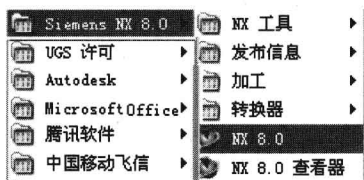
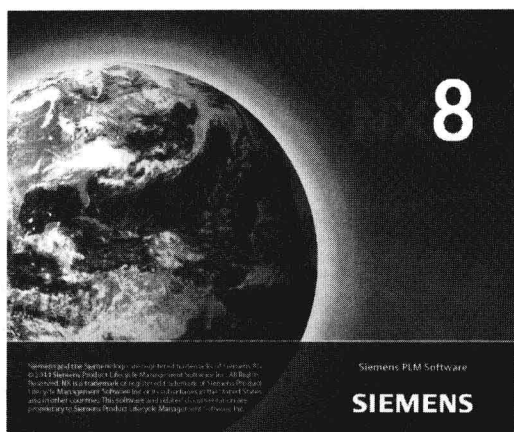
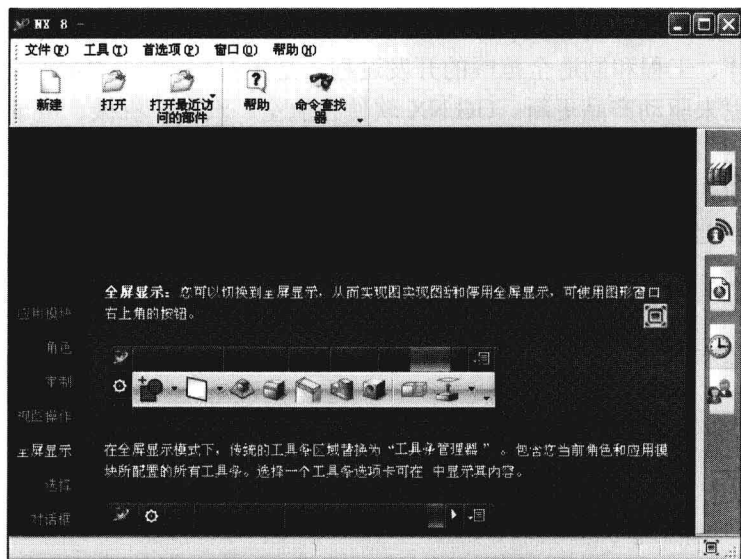

图 1-1 用开始菜单启动 UG NX 8.0 软件
图 1-2 UG NX 8.0 启动画面
图 1-3 UG NX 8.0 启动后的初始界面
(1) 单击“开始”按钮,选择菜单【程序】|【Siemens NX 8.0】|【NX 8.0】,可以启动 UG NX 8.0 软件,如图 1-1 所示。系统加载 UG NX 8.0 启动程序,屏幕上出现启动画面,如图 1-2 所示。软件启动后初始界面如图 1-3 所示。此时还不能进行实际操作,通过新建部件文件或打开已建立的文件,进入相应模块后才能操作。